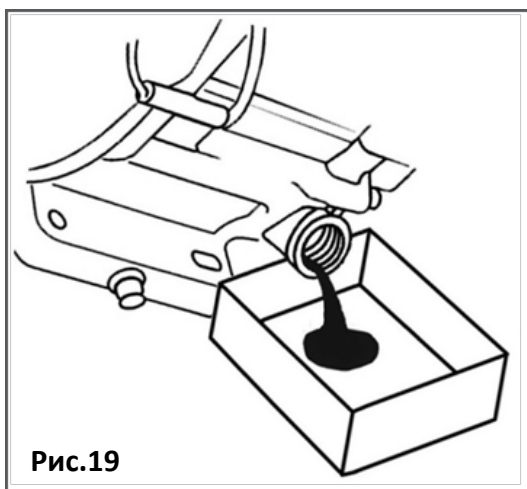

Рис.19
положений рабочего валика **(2)** в нижнее (рабочее) положение «**B**» (Рис. 19) и продолжите работу.
- Наклоните аэрактор-скарификатор в сторону масло заливной горловины двигателя и слейте отработанное масло через масло заливную горловину в подготовленную для этого емкость (Рис. 19).